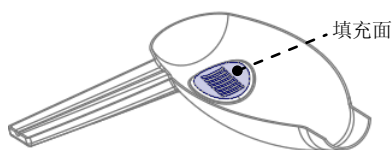

图 8.35 选取填充面
② 定义填充曲面。选取图 8.35 所示的模型内壁有破孔的一个面为填充面（用列表法选取）；单击 **确定**  **Done Refs (完成参考)**  **Done/Return (完成/返回)** 命令，此时系统显示“封合”菜单。